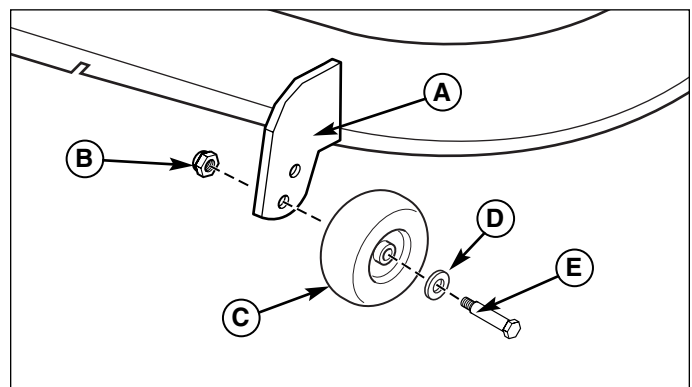

Figure 38. Réglage de roulette-guide à support fixe
1. Déposer l'écrou-frein (B, Figure 38), la roulette-guide (C), les rondelles (D) et la vis à épaulement (E). Placer la roulette-guide à la hauteur souhaitée.
2. Faire passer la vis à épaulement (E) à travers les rondelles (D), la roulette (C) et le support de roulette (A). Fixer avec l'écrou-frein (B). Répéter les étapes 1 et 2 pour toutes les roulettes-guides.